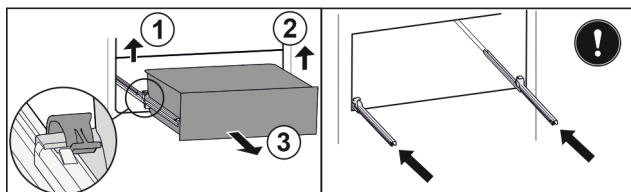

Fig. 76
- ▶ Приподнимите левый зажим и одновременно вытяните движением вперед выдвижной ящик слева. Fig. 76 (1)
- ▶ Приподнимите правый зажим и одновременно вытяните движением вперед выдвижной ящик справа. Fig. 76 (2)
- ▶ Извлеките выдвижной ящик движением вперед. Fig. 76 (3)